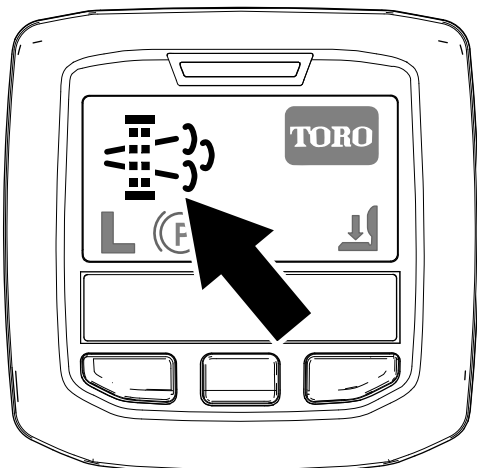

Рисунок 42
- Значок запроса регенерации с парковкой отображается на дисплее инфо-центра (Рисунок 42).